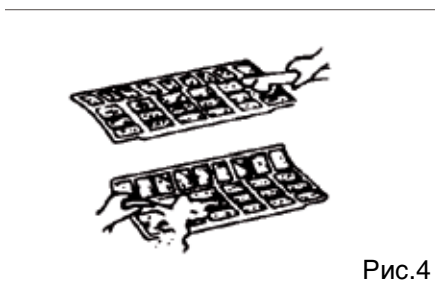

Рис.4
• Фильтры можно чистить пылесосом или водой, в этом случае их следует просушить в прохладном помещении (см. Рис. 4).